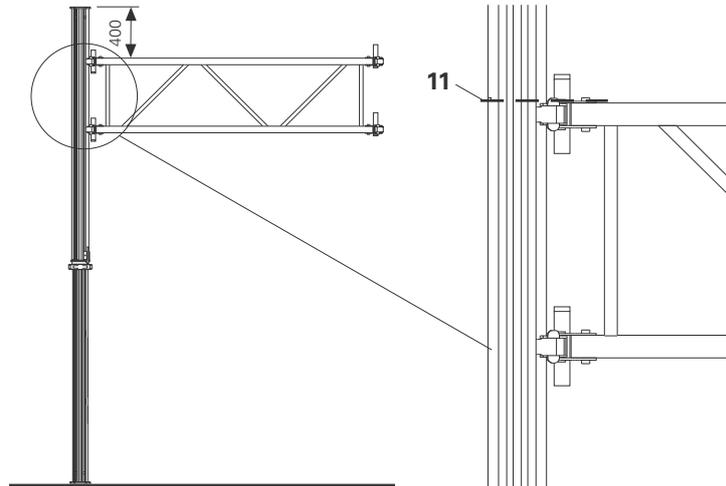

Fig. 8
Rammene festes med de øverste kileforbindelsene på de runde fordypningene (11) på det utvendige røret. Dermed får du en avstand på 40 cm til fotplaten. (Fig. 8)